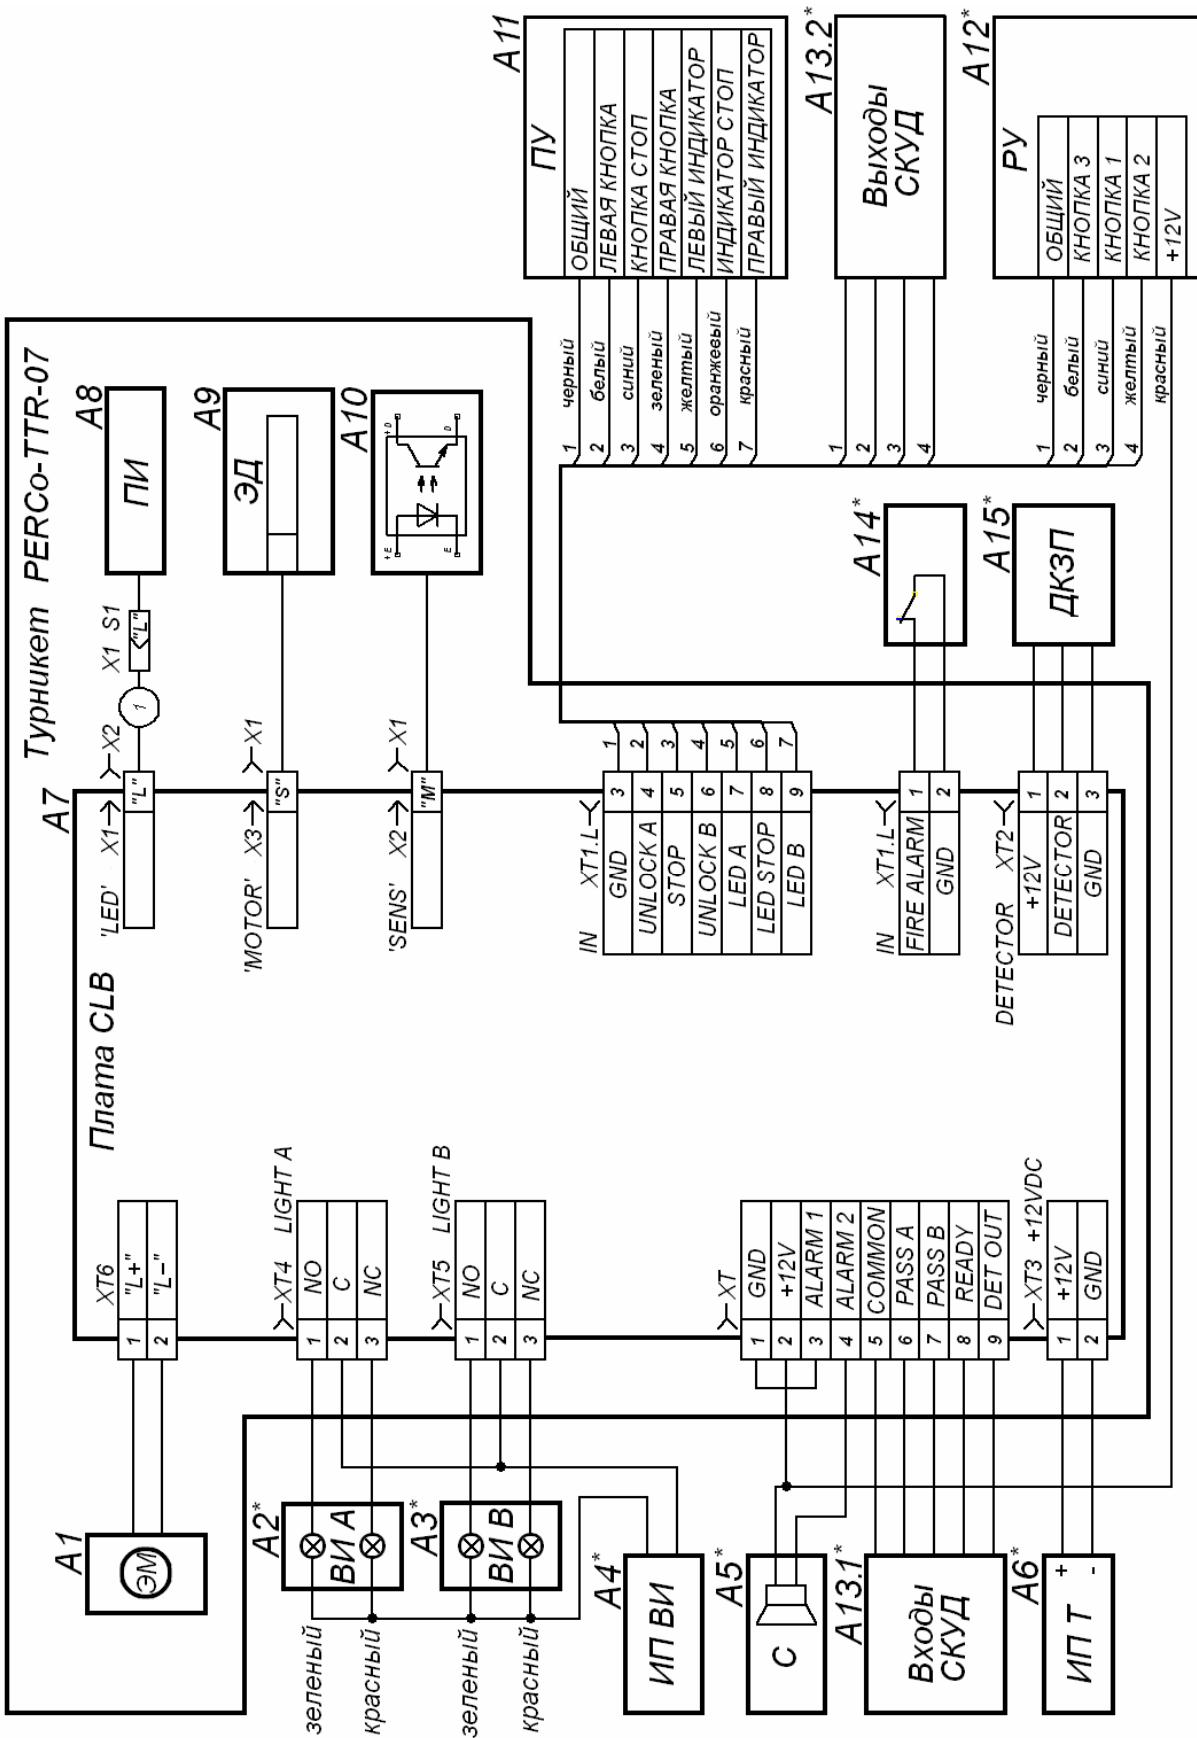

Рисунок 3 Схема электрическая соединений турникета PERCo TTR-07.1
5.2.3 Пульт управления / устройство радиоуправления / контроллер СКУД (11), устройство аварийного открытия прохода, блок индикации, механизм управления и источник питания турникета (7) подключаются к плате CLB кабелями в соответствии со схемой электрической соединений (см. рисунок 3).